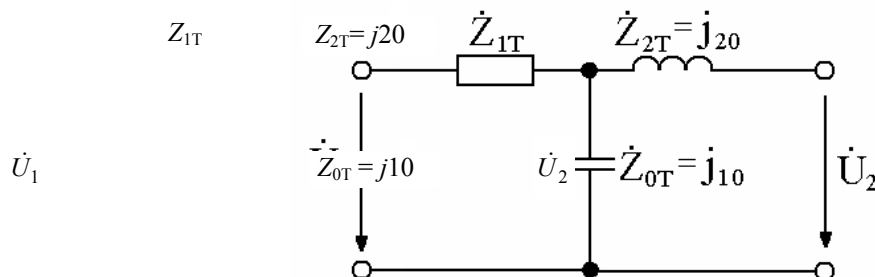

Рис. 5.13
5. Т-образная схема замещения, соответствующая верхнему знаку полученных параметров, представлена на рис. 5.13. Схему, соответствующую нижнему знаку, в параметрах реализовать невозможно, так как активное сопротивление в левом плече схемы на рис. 5.13 должно быть отрицательным ( $Z_{1T} = -10 - j20$ ) Ом.